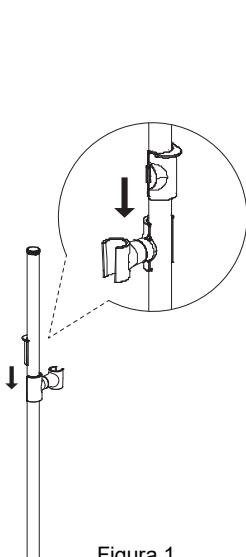

Figura 1
- a) Collegare la guida di rialzo alla barra termostatica della doccia (Figura 1/2) e segnare la posizione del connettore del tubo sulla parete (Figura 3).